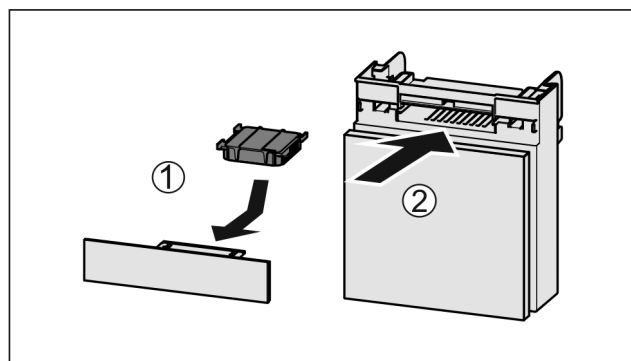

Fig. 226
- Aktivni ogljeni filter vstavite Fig. 226 (1) skladno s prikazom na sliki.
- Predal potisnite noter Fig. 226 (2).